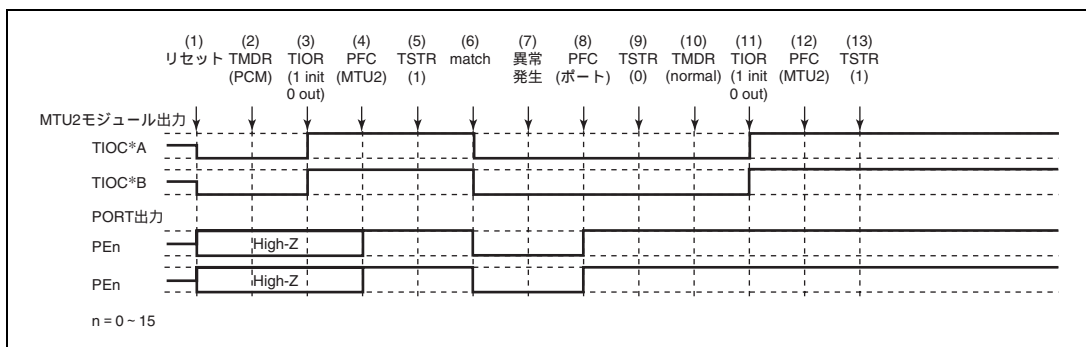

図 10.151 位相計数モードで異常が発生し、ノーマルモードで復帰する場合
位相計数モードで異常が発生し、再設定後ノーマルモードで再スタートする場合の説明図を図 10.151 に示します。
(1) ~ (9) は図 10.151 と共通です。
(10) PWM モード 1 を設定します。
(11) TIOR で端子を初期化してください (PWM モード 1 では TIOC*B 側は初期化されません)。
(12) PFC で MTU2 出力としてください。
(13) TSTR で再スタートします。
(10) PWM モード 2 を設定します。
(11) TIOR で端子を初期化してください (PWM モード 2 では周期レジスタの端子は初期化されません)。
(10) 位相計数モードで再起動する場合には必要ありません。
(11) TIOR で端子を初期化してください。
(13) TSTR で再起動します。
(21) 相補 PWM モードで動作中に異常が発生し、ノーマルモードで再スタートする場合の動作